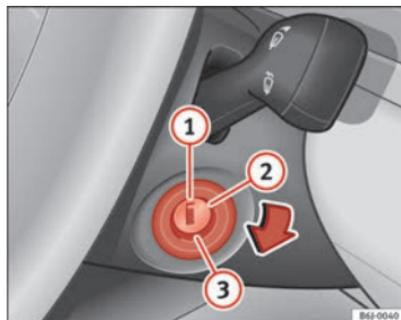

Fig. 106 Posições da chave da ignição
Nesta posição, ⇒ Fig. 106 a ignição e o motor estão desligados, podendo bloquear a direcção.
- Rode a chave da ignição para a posição ⇒ Fig. 106 ②. O aviso  acender-se-á em caso de pré-incandescência do motor.
- Quando o aviso se apagar, rode a chave da ignição até à posição ③ para arrancar o motor, sem acelerar.
- Rode a chave da ignição até à posição ⇒ Fig. 106 ①.